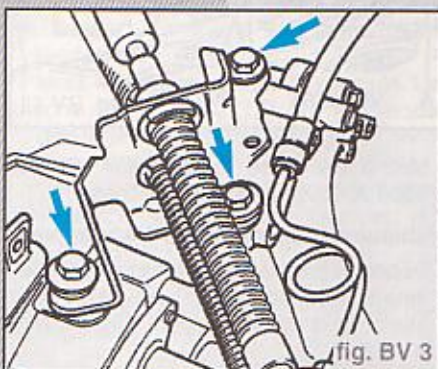

fig. BV 3
- Débrancher le câble Bowden de sélection des vitesses de l'entraîneur/levier d'inversion (C). A cet effet, soulever l'ergot dans le sens de la flèche.
- Déposer de la boîte de vitesses le contre-palier du câble Bowden (flèches). Le cas échéant, déclipser auparavant le flexible du contre-palier de câble Bowden (fig. BV 3).